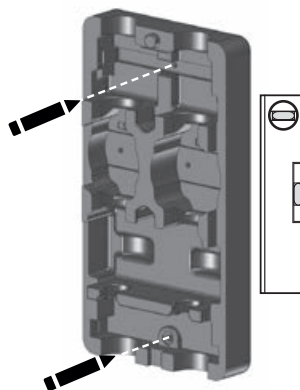

Fig. 9
1. Démontez la partie avant de la coquille d'isolation (1).
2. Retirer le bloc d'insertion (2).
3. Sortir le groupe de robinetterie (3) de la partie arrière de la coquille d'isolation (4).
4. Placer la partie arrière de la coquille d'isolation (4) sur le mur de façon perpendiculaire et l'utiliser comme gabarit de perçage (fig. 9).